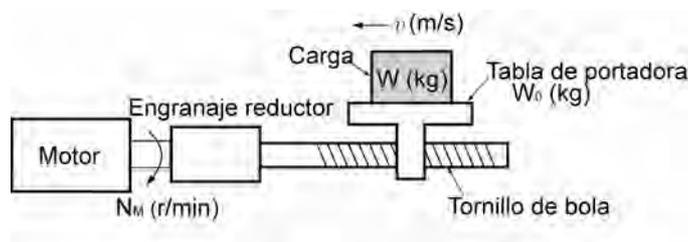

Figura 7.7 Movimiento horizontal de una carga
Se asume un modelo de configuración mecánica simplificada como el que se muestra en la Figura 7.7. Si la masa de la mesa portadora es W_0 (kg), la carga es W kg, y el coeficiente de fricción del tornillo de bola es μ , entonces la fuerza de fricción F (N) se expresa como sigue, que es igual a una fuerza necesaria para desplazar la carga:
Se asuma una mesa portadora impulsada por un motor según se muestra en la Figura 7.7. Si la velocidad de la mesa es v (m/s) cuando la velocidad del motor es N_M (r/min), entonces la distancia equivalente desde el eje de rotación será igual a $60 \cdot v / (2\pi \cdot N_M)$ m. El momento de inercia de la mesa y la carga hasta el eje de rotación se calcula del modo siguiente: